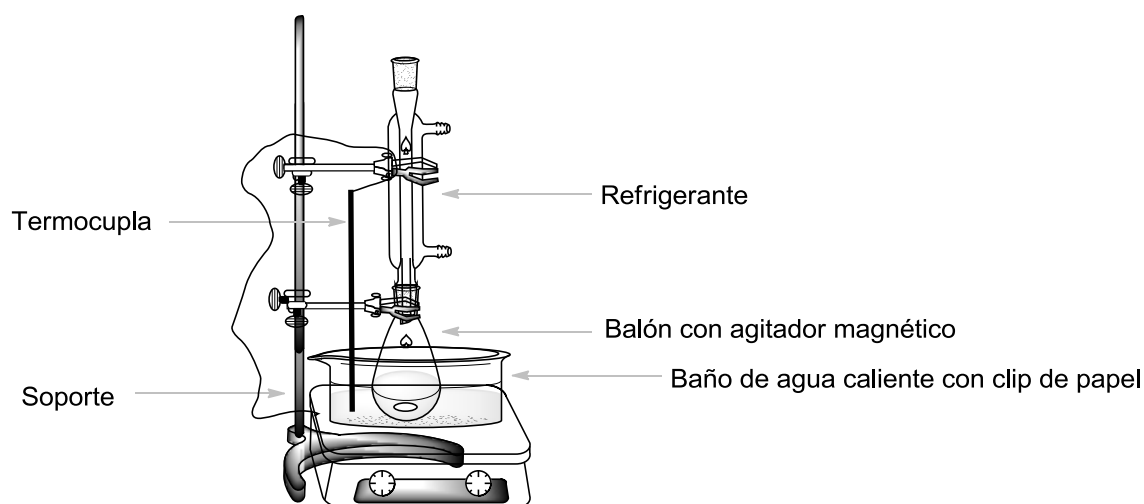

Figura 1. Esquema del equipo de calentamiento.
3. Coloca el balón en el baño de agua caliente. Conecta el refrigerante al balón (no es necesaria la conexión de agua) y asegúralo en la parte superior con una agarradera grande que quede un poco floja, como se muestra en la Figura 1. Agita el compuesto **A** para que se disuelva.
Calienta el baño de agua a 80 °C. Introduce la barra magnética en el Erlenmeyer de 50 cm³ (con junta esmerilada) que contiene la fase orgánica **O2** del paso II.6 y agrega 0,300 g de 2,4-dinitrofenilhidrazina (**DNPH**). En una probeta mide 10 cm³ de etanol. Usando una pipeta Pasteur de vidrio, enjuaga el vial de vidrio con 5 × 2 cm³ de etanol, para transferir toda la **DNPH** al Erlenmeyer. Coloca el Erlenmeyer en el baño de agua caliente y ajusta el refrigerante previamente enjuagado con etanol (como en el esquema de la Figura 1). Por el extremo superior del refrigerante, agrega 3